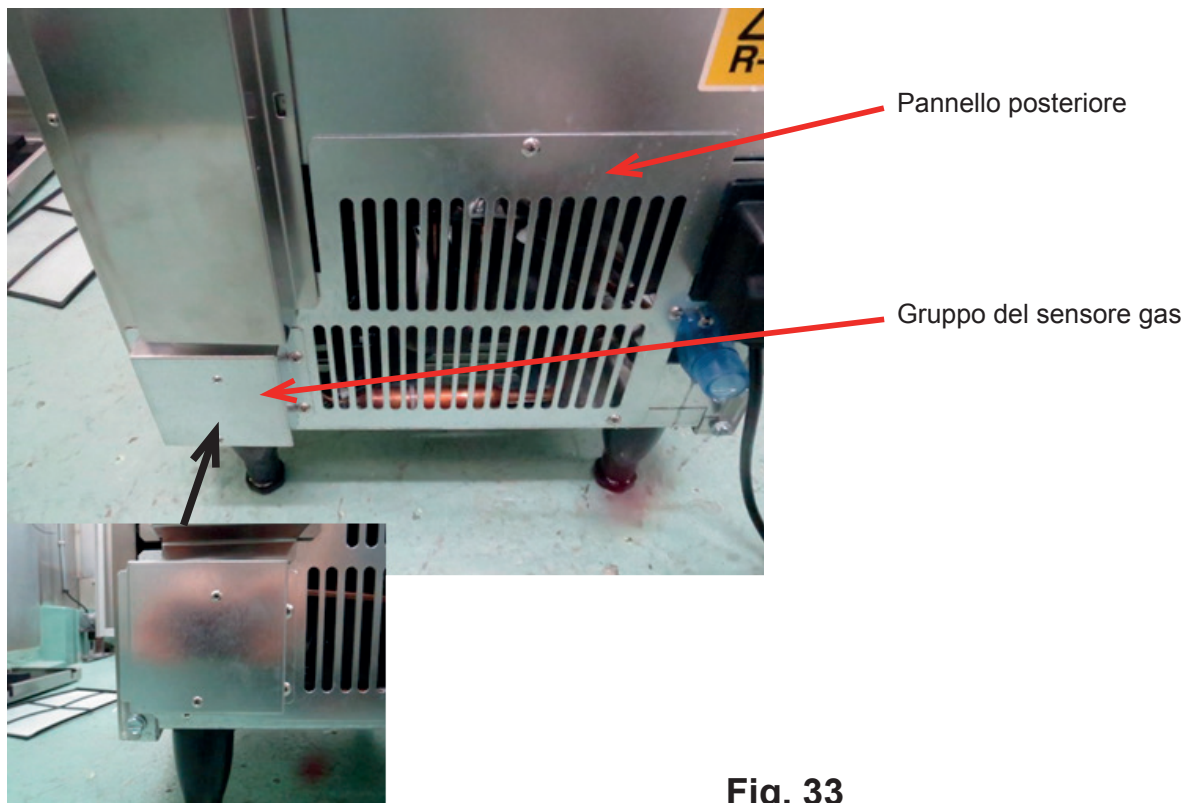

Fig. 33
- 16) Installare il pannello posteriore staccato dalla parte A al punto 13) e il gruppo sensore gas come mostrato in Fig. 33.